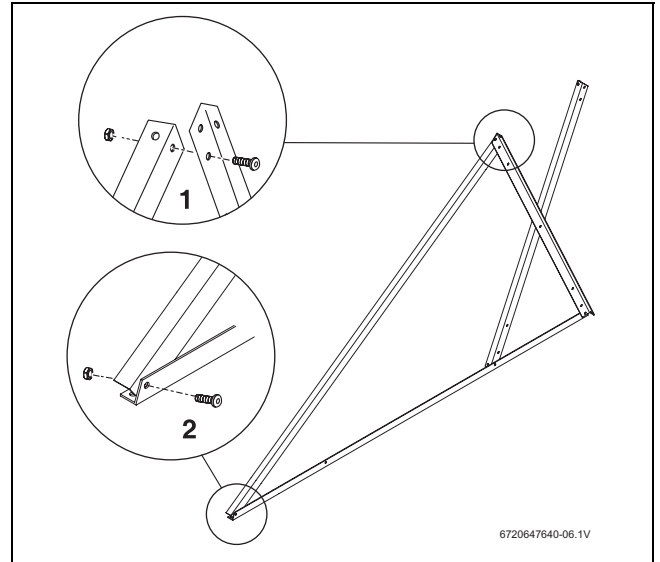

Fig. 12 Montar el perfil de soporte del captador
- ▶ Atornillar el perfil de soporte del captador por arriba al perfil de soporte acumulador (→ Fig. 12, [1]) y por debajo [2].